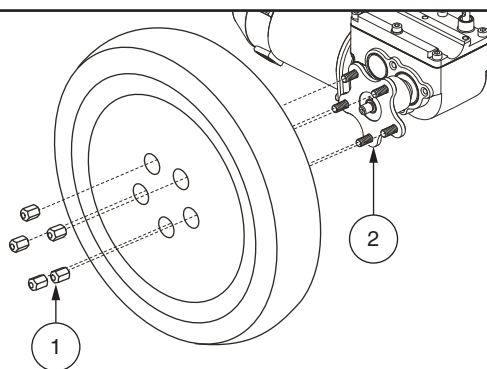

Figure 18. Enlèvement de la roue motrice Q6 Edge 2.0
4. Retirez les cinq (5) écrous de roue du moyeu. **Voir la figure 18.**